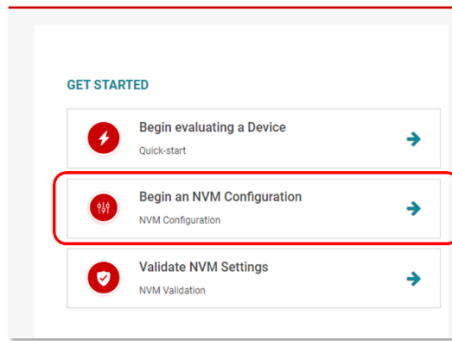
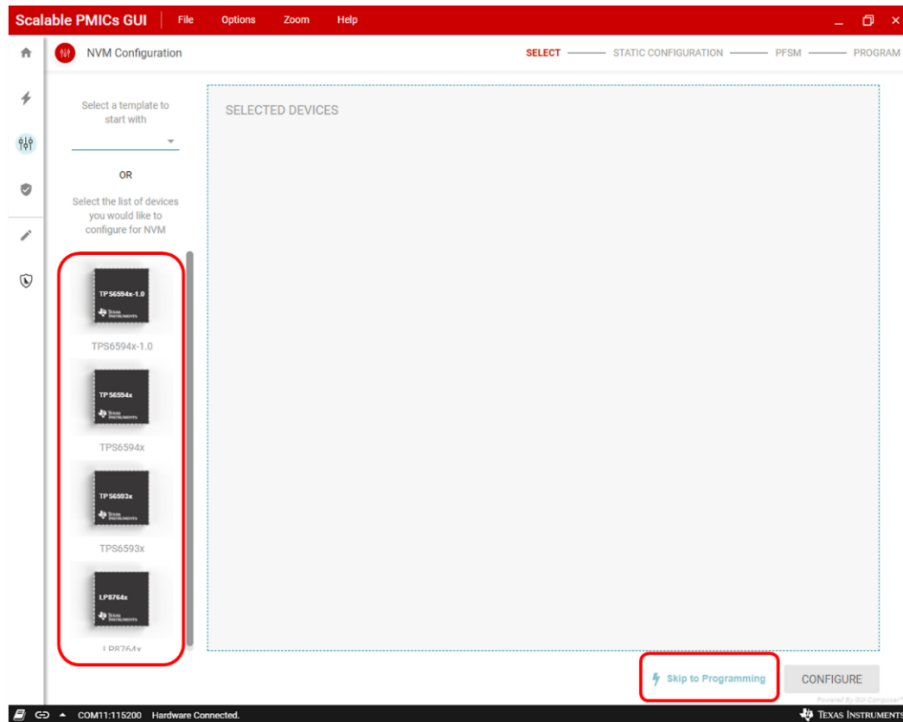

Figure 13. Begin an NVM Configuration 按钮
Figure 14. NVM Configuration 界面
1. Scalable PMIC GUI 软件提供了更新 NVM 的工具，如图 13 所示，在软件主界面点击右上角的 Begin an NVM Configuration 按钮，进入如图 14 所示的 NVM 编辑界面。在此界面左边选择对应的器件型号，此时右下角 skip to programming 亮起，点击 skip to programming 按钮。